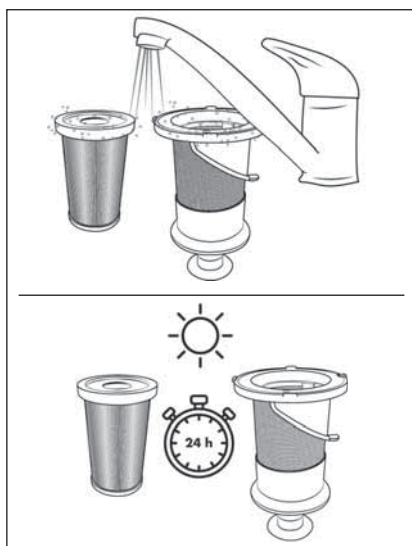

Fig. 20
- 5) Enjuague el filtro HEPA (5) y el filtro de acero inoxidable (6) bajo agua fría o templada. Deje que el filtro HEPA (5) y el filtro de acero inoxidable (6) se sequen completamente antes de volver a montarlos en el depósito de polvo (7) (consulte la fig. 20).